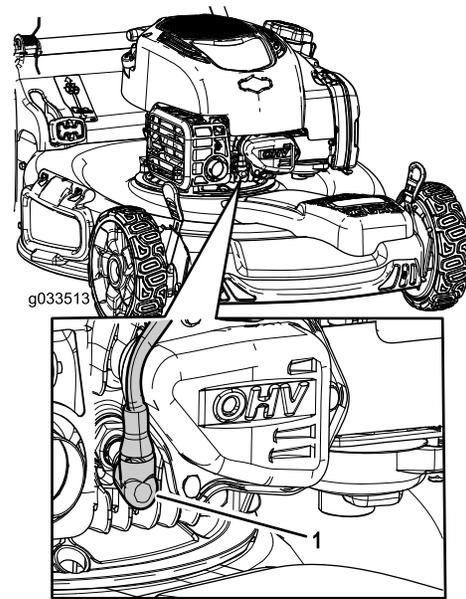

Figura 30
2. Scollegate il cappellino dalla candela (Figura 30).